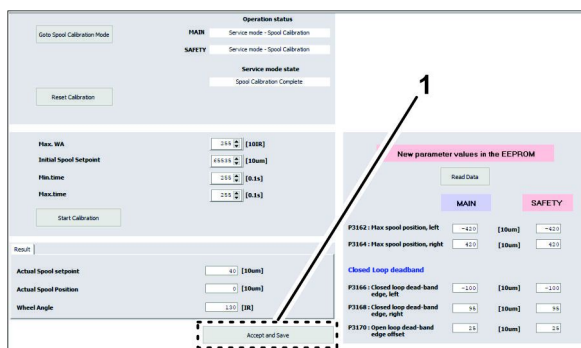

Figure 52
5. Au bas de l'écran d'étalonnage de la bobine, cliquez sur l'icône ACCEPTER ET ENREGISTRER (Figure 52).